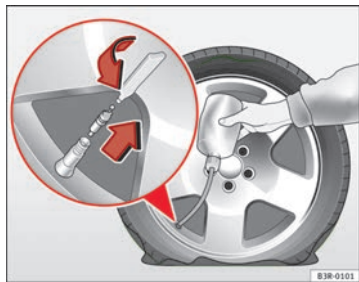

Abb. 188 Reparatur durchführen
- Die Reifenventilkappe abnehmen und den Ventileinsatz mit dem beiliegenden Werkzeug herauserschrauben ⇒ Abb. 188.